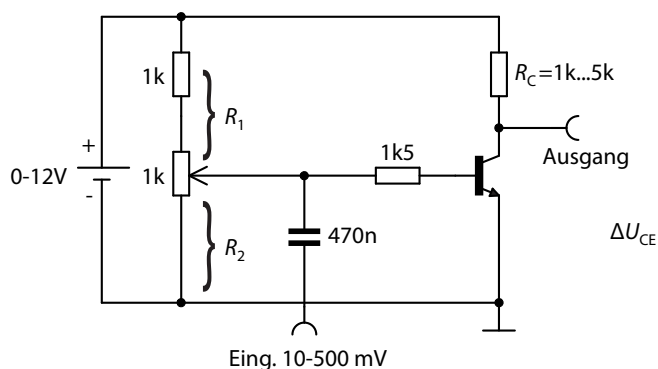

Abbildung 10: Versuchsaufbau Verstärkerschaltung
Zur Messung der Spannungsverstärkung muss die Verstärkerschaltung nach Abb. 10 aufgebaut werden. Eine Gleichspannungsquelle versorgt nun die gesamte Schaltung. Die Einstellung von U_B erfolgt mit dem Basisspannungsteiler R_1, R_2 . Die Einkopplung des zu verstärkenden Wechselspannungssignals erfolgt über einen Koppelkondensator. Für z. B. $U_{BE} \approx 0,5 \text{ V}$ muss wegen $U_{BE} \approx U_B \frac{R_2}{R_1 + R_2}$ das Verhältnis $R_2 : (R_1 + R_2) \approx 1 : 20$ sein. Eine Wechselspannungsquelle (Frequenzgenerator) liefert das zu verstärkende Signal. Die Eingangswchselspannung sollte im Bereich von 10 bis 500 mV liegen und eine Frequenz von etwa 5 kHz haben.
- Bestimmen Sie die Spannungsverstärkung des Transistors in einer Emitterschaltung (gemäß Abb. 10), indem Sie die Verstärkerschaltung am